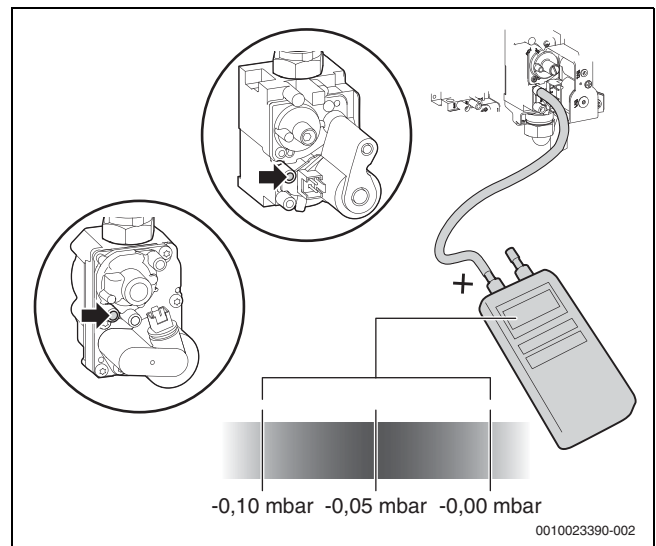

Bild 50 Differenzdruck messen
- ▶ Differenzdruck des Gasventils messen (→ Bild 50). Der optimale Differenzdruck beträgt -0,05 mbar.